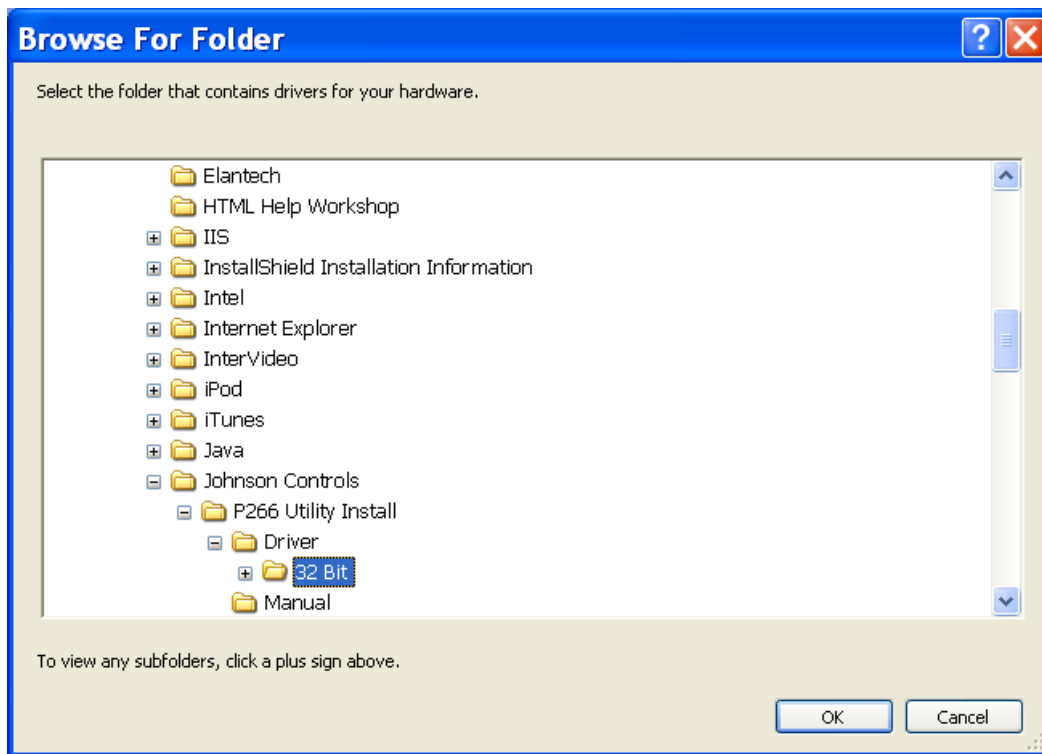

Figura 77: Estructura Browse For Folder (Buscar carpeta)
4. Cuando se le solicite, busque la carpeta en la que está instalado P266 Utility. Dentro de esta carpeta existen subcarpetas que contienen un controlador de dispositivo de 32 bits y de 64 bits para el cable serie, tal como se muestra en la Figura 77.